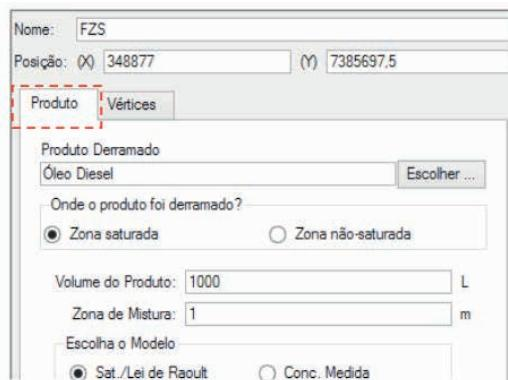

Figura 2.65 Informações da Fonte de Contaminação na Zona Saturada.
- Produto: no caso da fonte na zona saturada deverá ser informada uma estimativa do volume do produto derramado e da espessura da zona de mistura (Figura 2.65). O **Produto Derramado** é um produto ou composto químico da base de dados e é informado por meio do botão **Escolher ...**.